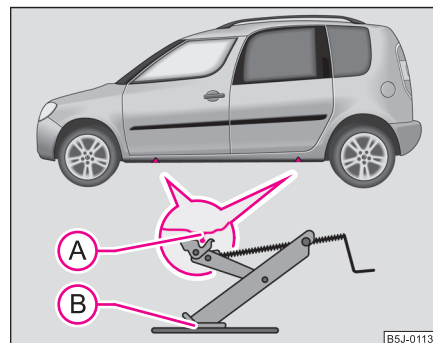

Fig. 172 Înlocuirea roții: Puncte pentru fixarea cricului
- Pentru ridicarea autovehiculului căutați punctul de fixare a cricului cel mai apropiat de roata defectă ⇒ fig. 172. ►
- Așezați cricul astfel încât gheara acestuia să cuprindă elementul vertical de sub prag (A), și suprafața de sprijin a cricului (B) să se afle complet pe sol.